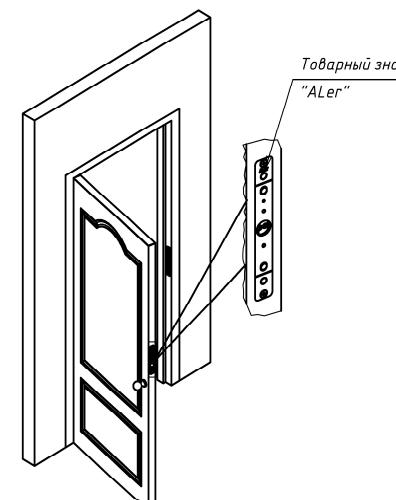
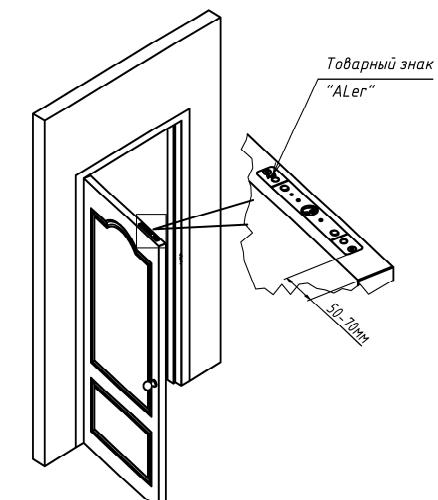

Рисунок 2 – Установка замка в вертикальном варианте
Рисунок 3 – Установка замка в горизонтальном варианте
6.1 Корпусная часть замка AL-400SM монтируется в дверную коробку, якорная часть - в дверное полотно. Замок в вертикальном варианте установки монтируется в среднюю часть двери (рисунок 2), замок горизонтального варианта устанавливается в верхней части двери (рисунок 3). Габаритные размеры корпусной и якорной частей замка приведены на рисунках 5 и 6.
6.2 Якорная часть при вертикальной установке замка должна быть ориентирована по установочной метке в виде товарного знака «ALer» направлением вверх (рисунок 2). Для горизонтального варианта установки знак «ALer» на якорной части должен ориентироваться в сторону оси поворота двери (рисунок 3).
6.3 Замок поставляется в комплектации для установки в горизонтальном варианте в верхней части двери (рисунок 3).